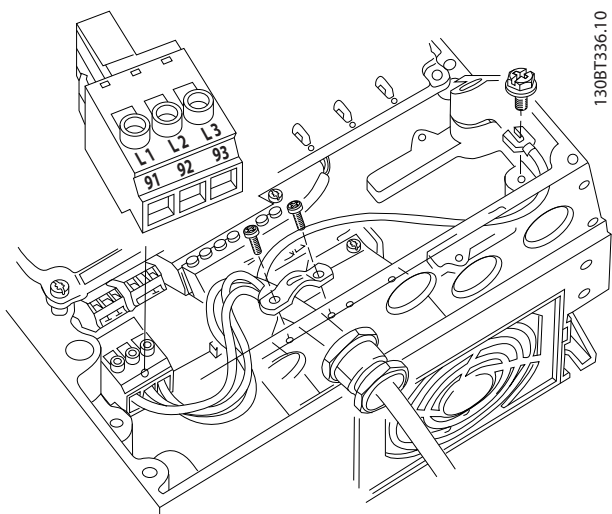

图 4.9 连接到交流主电源
1. 将三相交流输入电源线路连接至端子 L1、L2、L3 (如图 4.9 所示)。